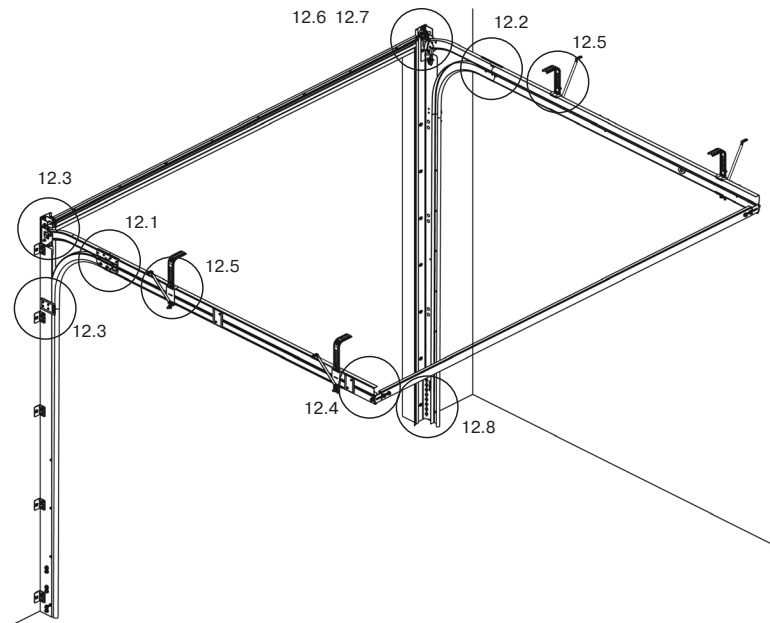

Рис. 12.
Сборка и крепление горизонтальных направляющих к опорным стойкам показана на (рис. 12).
5) установить подвесы горизонтальных направляющих. Подвесы располагаются вдоль горизонтальных направляющих (рис. 12). Передний подвес следует располагать на расстоянии 900 мм от проема гаражного помещения. Задний подвес располагается на расстоянии 300 мм от края горизонтальной направляющей.